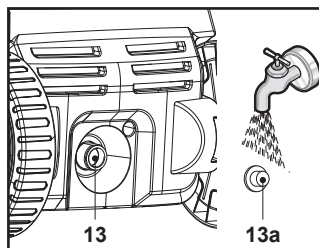

Fig. 20
2. Retire el filtro de malla (13a) del conector de entrada de agua (13) y enjuáguelo bajo el grifo para eliminar cualquier objeto extraño (Fig. 20). A continuación, vuelva a instalar el filtro de malla (13a).